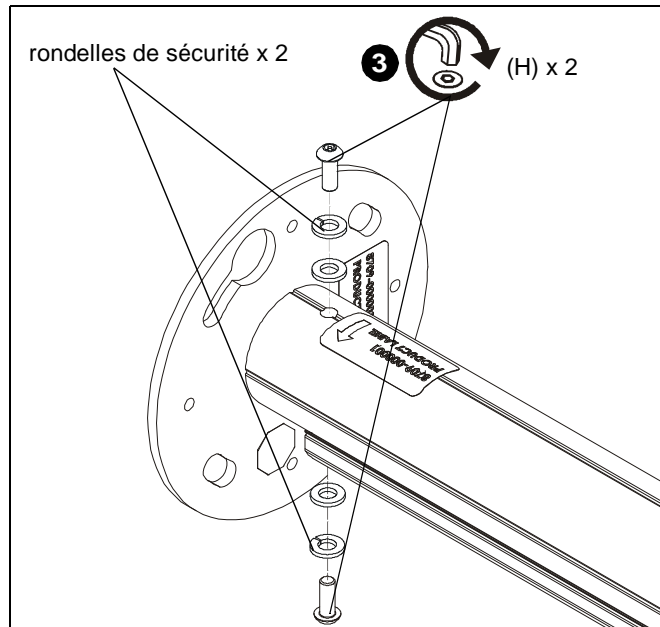

Figure 3
3. Utilisez deux vis de sécurité (H) M6 x 16 mm et des rondelles retirées à l'étape 2 pour fixer la colonne de montage de série KITE à la plaque adaptatrice. (Voir Figure 3)
**IMPORTANT !** : Les rondelles doivent être installées à nouveau dans le même ordre, les rondelles de sécurité étant plus proches des tête des vis. (Voir la Figure 3)